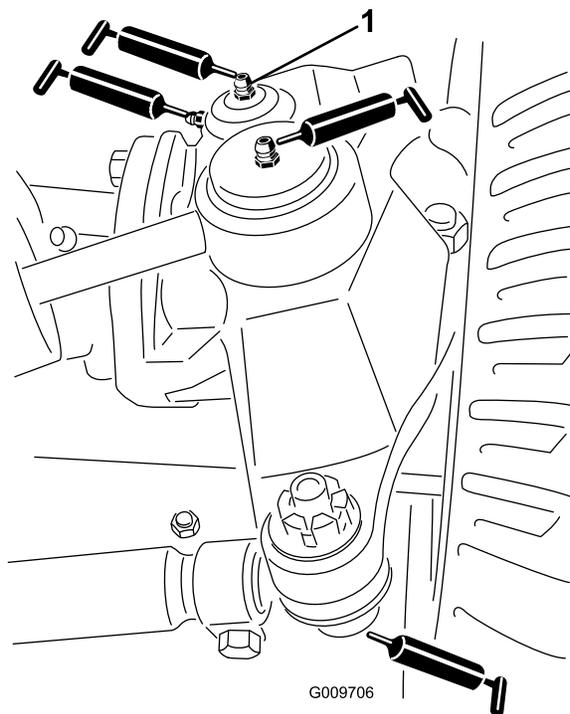

図 77
- 図 77に示す、ステアリングシリンダのボールジョイント 2ヶ所
- 図 77に示す、タイロッドのボールジョイント 2ヶ所
- 図 77に示す、キングピンのブッシュ2ヶ所